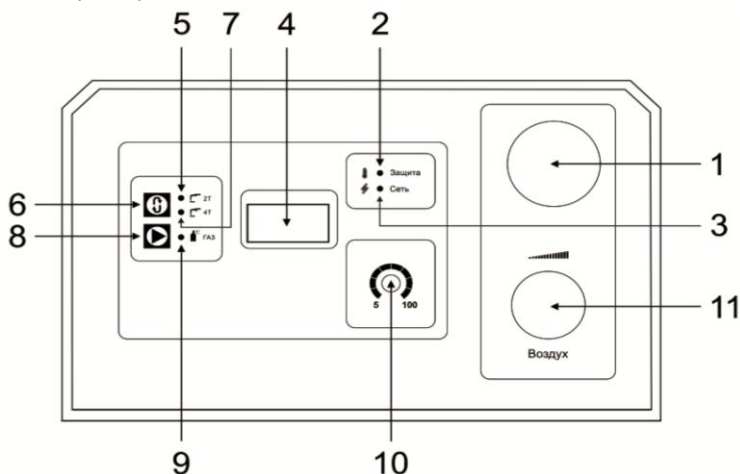

Рис.3. Панель управления
2.1. Вращая ручку регулятора (Рис.3,п.10), выставите параметры следующим образом:
2.2. Кнопка выбора 2Т и 4Т режимов (Рис.3,п.6). Двухтактный режим работы — это режим, при котором в течение всего сварочного процесса кнопка на горелке должна быть нажата.
2.3 Кнопка проверки воздуха: короткое нажатие на кнопку выпускает небольшой объем воздуха, длительное нажатие (более 1С) служит для большего выпуска объема воздуха. Позволяет проверить оба газовых клапана (Рис.3,п.8).
Внезапная остановка может произойти из-за перегрева. При перегреве аппарата загорается индикатор «Защита» (Рис.3), и процесс резки автоматически останавливается. При этом, не отключая аппарат, дождитесь, пока внутренняя температура не станет соответствовать стандартному диапазону. И погаснет индикатор.